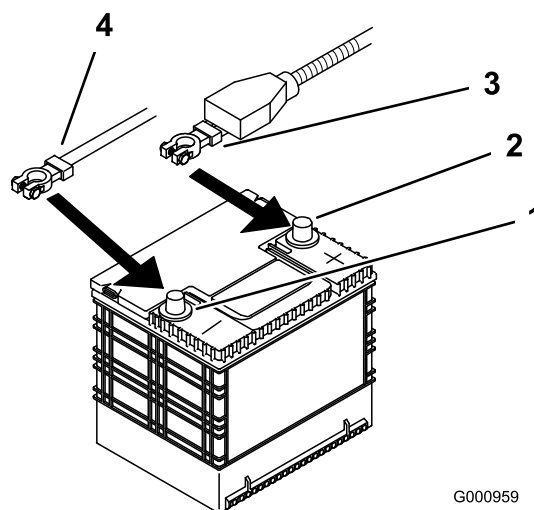

Figure 52
4. Commencez par débrancher le câble négatif de la batterie de la borne négative (-) de la batterie (Figure 52).
5. Enlevez le capuchon rouge de la borne positive (rouge) de la batterie. Débranchez ensuite le câble positif (rouge) de la batterie (Figure 52).
4. Fixez les câbles à l'aide de 2 boulons (1/4 x 3/4 po), 2 rondelles (1/4 po) et 2 contre-écrous (1/4 po) (Figure 52).